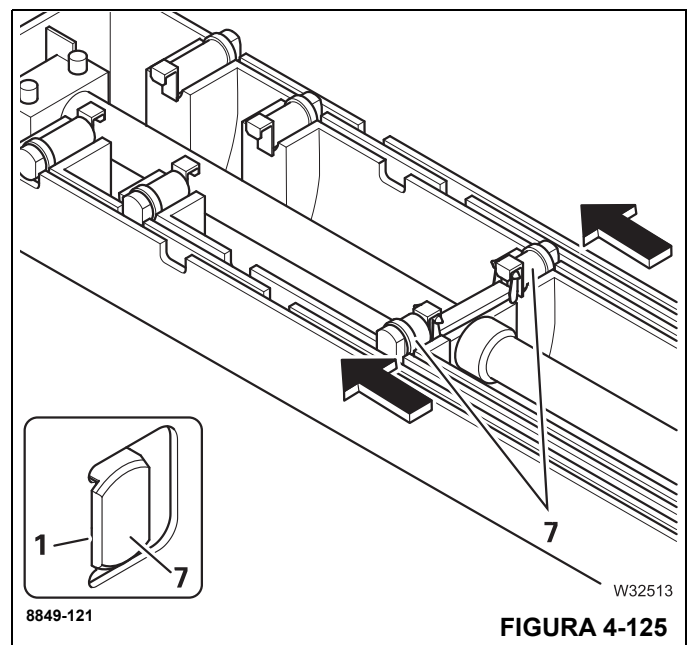

FIGURA 4-125
El cilindro telescópico se retrae hasta que los pasadores de bloqueo (7), (Figura 4-125), se colocan en la sección telescópica de arriba (1), (Figura 4-125).